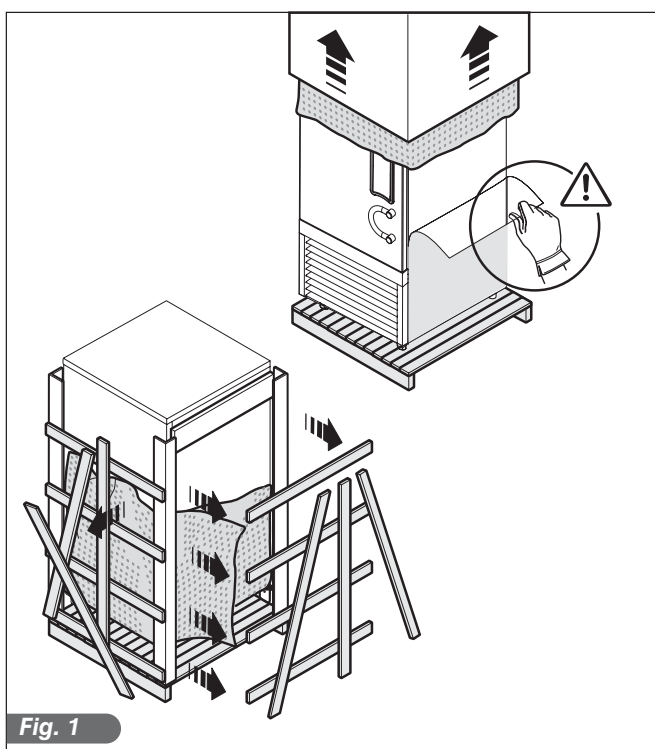

Fig. 1
- Togliere la pellicola protettiva in Pvc da tutti i lati (Fig.1).